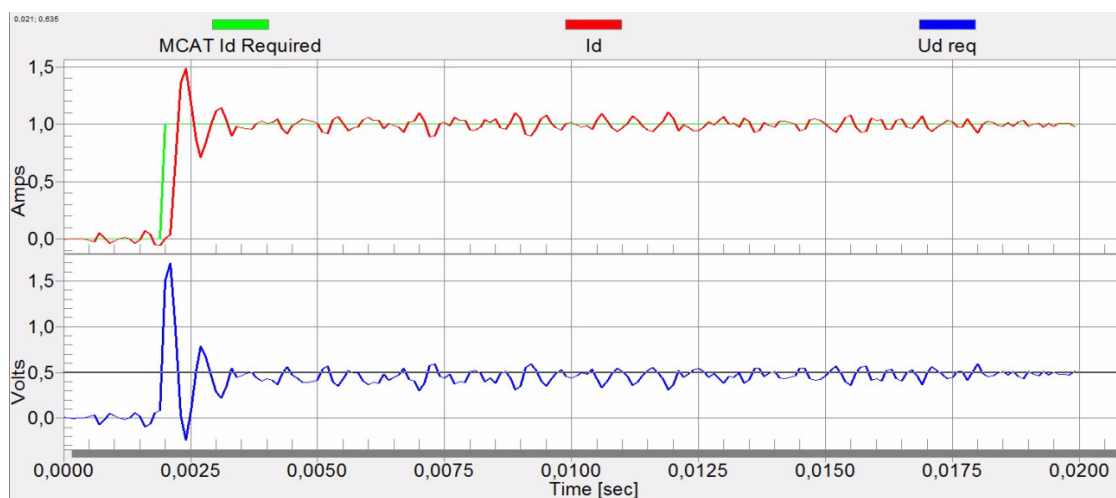

图9.  $I_d$ 电流控制器的快速阶跃响应
- 环路带宽高(500 Hz)， $I_d$ 电流的响应时间非常短，但伴随振荡和过冲，见图9。